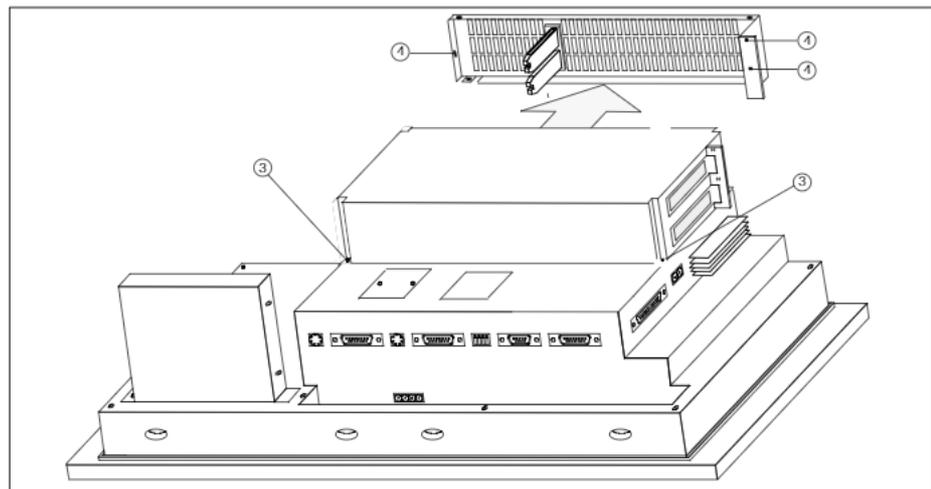

Figura 5-2 Togliere il pannello laterale
4. Fissare il box di ampliamento AT solo con due delle quattro viti disponibili ③ all'OP (figura 5-2).
5. Svitare le tre viti ④ contrassegnate in figura 5-2 e togliere il pannello laterale.